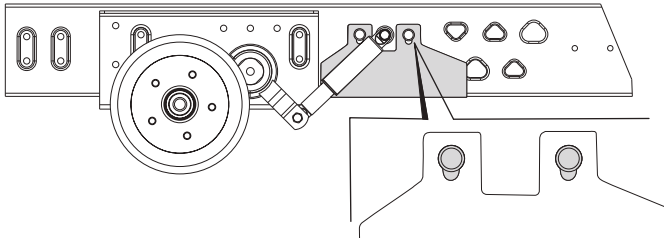

Fig. 16
- Convient aux caravanes jusqu'à 2000 kg avec châssis Knaus Tabbert / Dyonic AB4 avec une épaisseur du cadre inférieure à 2,8 mm (Fig. 16).